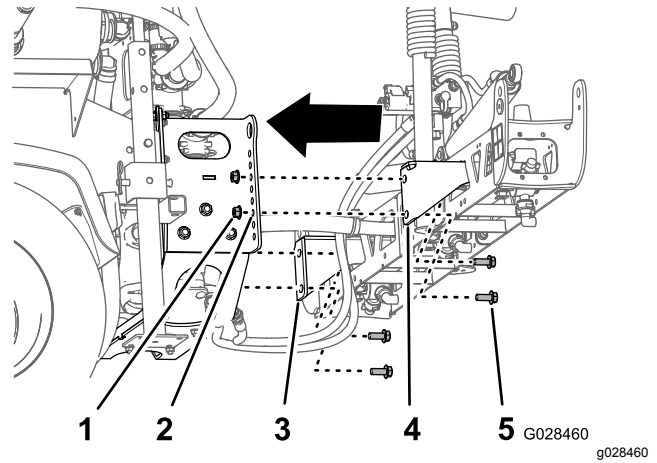

Figura 39
2. Alinee el orificio inferior de los soportes de montaje de la sección de brazo central con el tercer orificio contando desde abajo de los soportes del brazo del bastidor del fumigador, como se muestra en Figura 39.